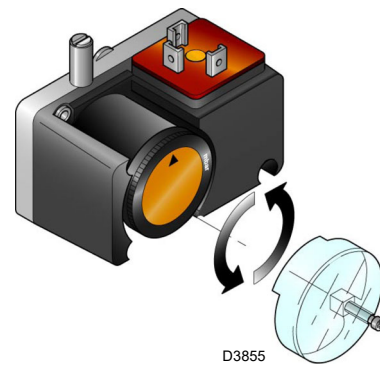

Abb. 30
- Den Mindest-Gasdruckwächter (Abb. 30 auf Seite 33) auf den Skalenanfangswert stellen.
Effectuer le réglage du pressostat gaz seuil minimum (Abb. 30) après avoir réglé le brûleur, les vannes de gaz et le stabilisateur de rampe.